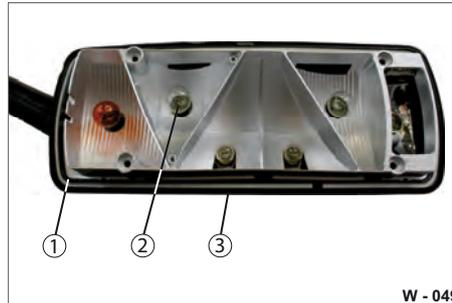

Abb. 57 Heckleuchte, geöffnet
- ▶ Äußere Lichtscheibe dicht auf das Gehäuse (Abb. 57/3) setzen.
- ▶ Auf den richtigen Sitz der Dichtung (Abb. 57/1) achten.
- ▶ Befestigungsschrauben (Abb. 57/3) anschrauben. Schrauben mit max. 1,5 Nm Anziehdrehmoment anziehen. Gesprungene Lichtscheibe muss erneuert werden!